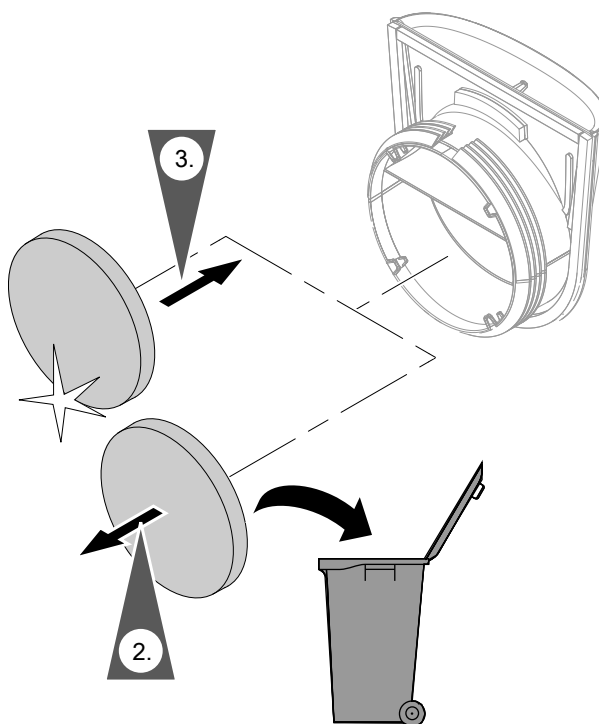

Abb. 22
3. Legen Sie den neuen Filter gemäß Abb. 22 in die Innenwandblende ein.